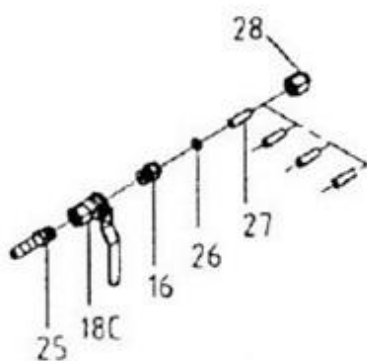

Figura 5
5. Consulte la Figura 5 para instalar la válvula de cierre de la boquilla (18-C).